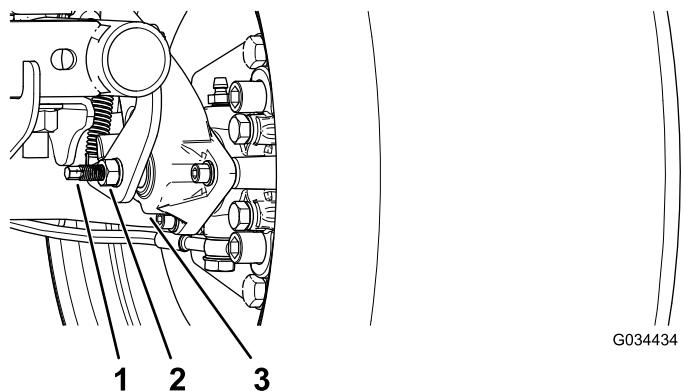

Figura 56
- Con 2 llaves, sostenga en su sitio el poste de ajuste en la pinza con 1 llave y afloje la contratuerca 1/4 de giro con la otra llave (Figura 56).
- Mientras sostiene el poste de ajuste y la contratuerca en su sitio, gire el poste hacia dentro para apretarlo (Figura 56).
5. Mientras sostiene el poste de ajuste y la contratuerca en su sitio, retroceda atrás 1/4 de giro (Figura 56).
6. Mientras sostiene el poste de ajuste y la contratuerca en su sitio, apriete la contratuerca (Figura 56).